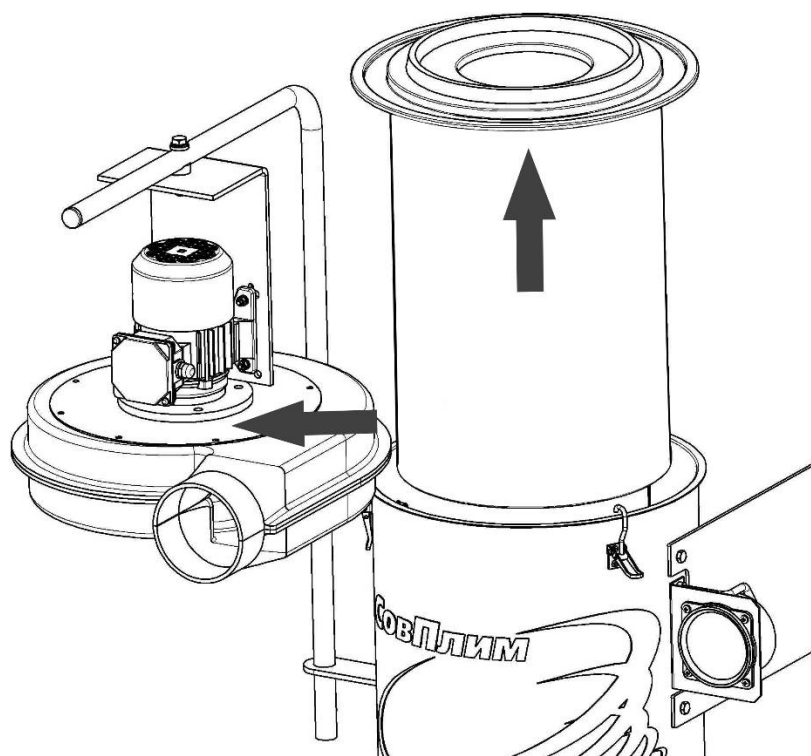

Рисунок 10
- 1) отсоединить от выходного патрубка воздуховод. Для фильтра с вытяжным вентилятором – поднять вентилятор на кронштейне и повернуть его в сторону (рисунок 10).